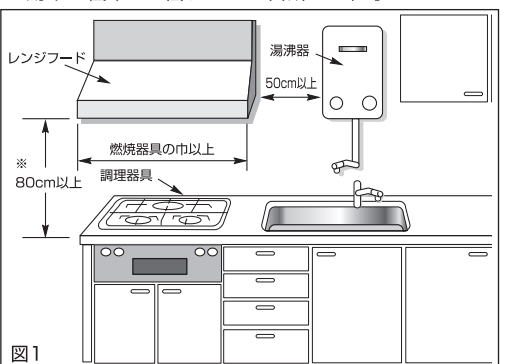

図1
- になり、高熱による故障の原因になります。(図1)
- (4)湯沸器の上部は高温になるので、湯沸器の真上には取付けないでください。(図1)
- (5)ダクト排気するときはダクト抵抗の確認が必要です。
- (6)空気の取入口を設けてください。